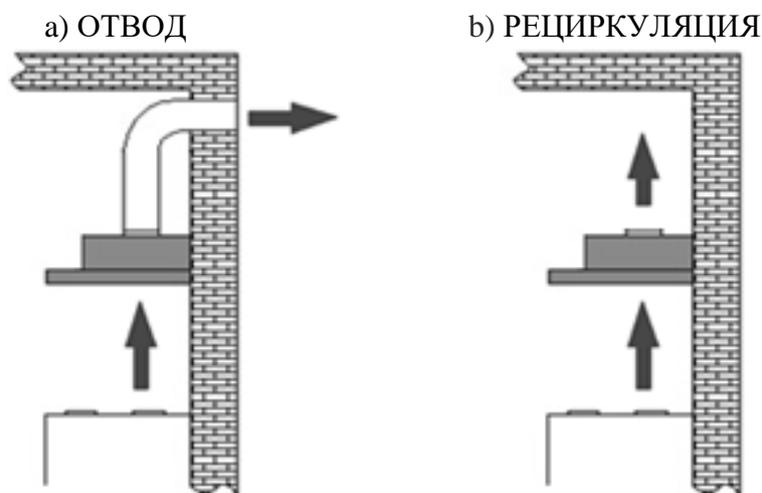

Рис. 8
6. При использовании вытяжки в режиме отвода (рис. 8а), необходимо установить антивозвратный клапан (рис. 6) и воздуховод, отводящий испарения (рис. 7).
1) Отвода (рис. 8а) – воздух удаляется из помещения через соединение вытяжки с вентиляционным каналом жестким пластиковым воздуховодом или гофрированным шлангом диаметром 120 мм. И, таким образом, все кухонные испарения, запахи, гарь и копоть, проходя через многоразовые алюминиевые жироулавливающие фильтры, выводятся за пределы помещения. При данном режиме работы нет необходимости устанавливать угольные фильтры. Режим отвода является наиболее эффективным, поскольку вытяжка удаляет все кухонные испарения за пределы кухни в вентиляционную шахту.